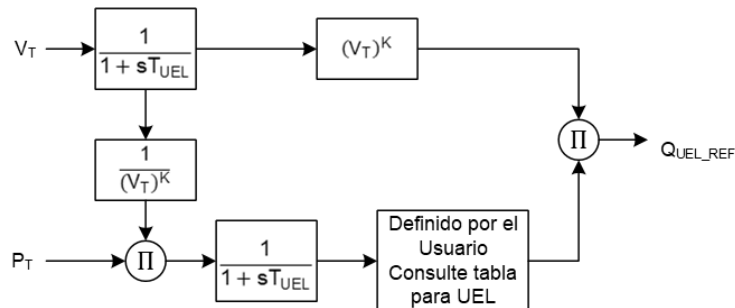
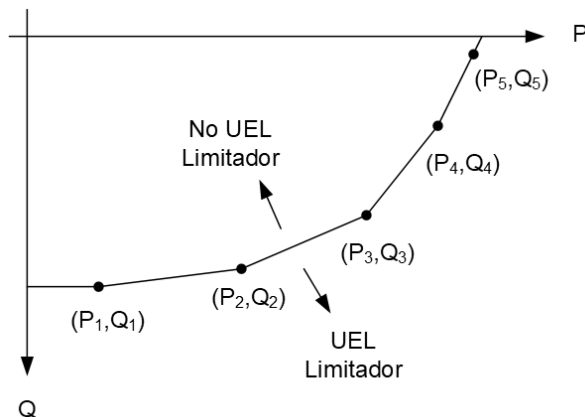

Figura 11-14. Ajuste de la Curva UEL en Función del Voltaje del Generador y la Potencia Real
Figura 11-15. Característica de la Curva UEL definida por el usuario con Cinco Nodos
- Los niveles ingresados para la curva definida por el usuario se definen para el funcionamiento con el voltaje nominal del generador. La curva UEL definida por el usuario se ajusta automáticamente en función del voltaje operativo del generador y la potencia real utilizando el exponente de potencia real de dependencia del voltaje UEL como se muestra en Figura 11-14. Figura 11-15 muestra la característica operativa UEL a la medida para un UEL en la que el límite está compuesto por múltiples segmentos de línea recta, mostrando hasta seis segmentos.